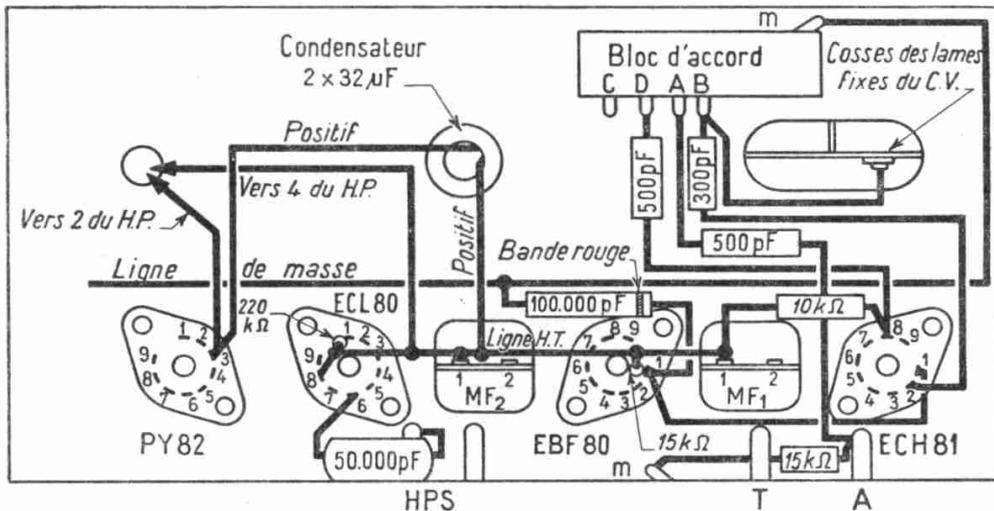

FIG. 48. — Troisième stade du câblage
- une résistance de 220 k (cercles rouge, rouge, jaune) *disposée verticalement* (voir figure 48) pour être raccordée plus tard à une ligne de distribution de tension ;